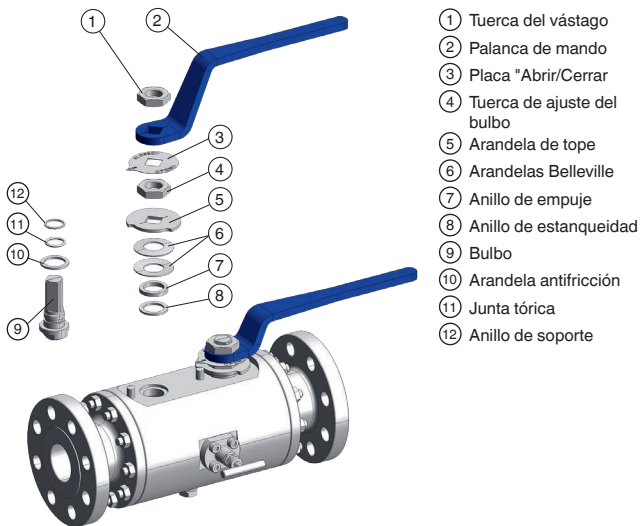

Fig. 2 - Sustitución de la junta del bulbo
2. Coloque la arandela antifricción (fig. 2, 10) en el bulbo (fig. 2, 9).
3. Utilice una ayuda de montaje para insertar la junta tórica (fig. 2, 11) en el bulbo (fig. 2, 9) para evitar daños a través de la rosca.
4. Coloque el anillo de soporte (fig. 2, 12), si lo hay, en el bulbo (fig. 2, 9).
6. Introduzca con cuidado el bulbo (fig. 2, 9) en el orificio del bulbo. Evitar dañar la estanqueidad del bulbo y del cuerpo de la válvula.
14. Introduzca el anillo de estanqueidad (fig. 2, 8) y el anillo de empuje (fig. 2, 7).
15. Inserte las arandelas Belleville (fig. 2, 6), primero la que tiene la cara convexa hacia abajo y después la que tiene la cara convexa hacia arriba.
16. Introduzca la arandela de tope (fig. 2, 5) y la tuerca de ajuste del bulbo (fig. 2, 4) en el bulbo y apriétalas.
17. Si existe, Coloque la placa "Open/Close" (fig. 2, 3) en el bulbo.
- Coloque la empuñadura de la palanca (fig. 2, 2) en el bulbo y aplica una pequeña cantidad de fijador de roscas en la tuerca de éste (fig. 2, 1).
- Sujete la tuerca de ajuste del bulbo (fig. 2, 4) con una llave fija y apriete la tuerca del mismo (fig. 2, 1).